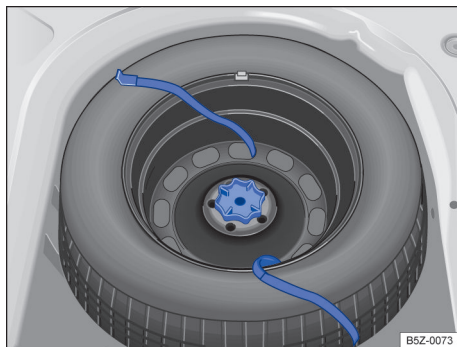

Fig. 162 No compartimento de bagagem: manípulo para fixação da roda de emergência.
- Girar totalmente o manípulo localizado no meio da roda de emergência → Fig. 162, no sentido anti-horário, e remover a roda de emergência.